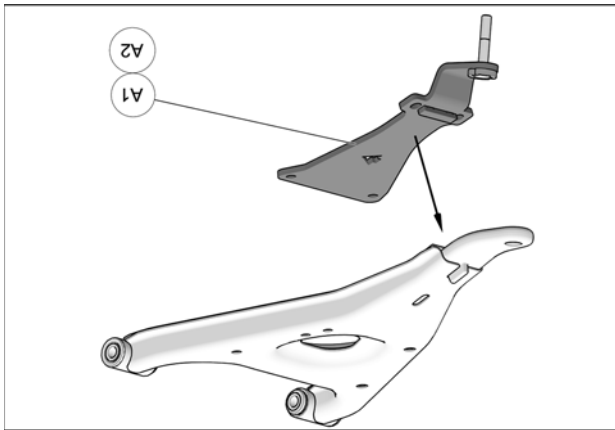

Fig. 17
10. Positionner la partie inférieure de l'ancrage anti-rotation (A1-A2) sous le bras de suspension inférieur. Voir la Fig. 17